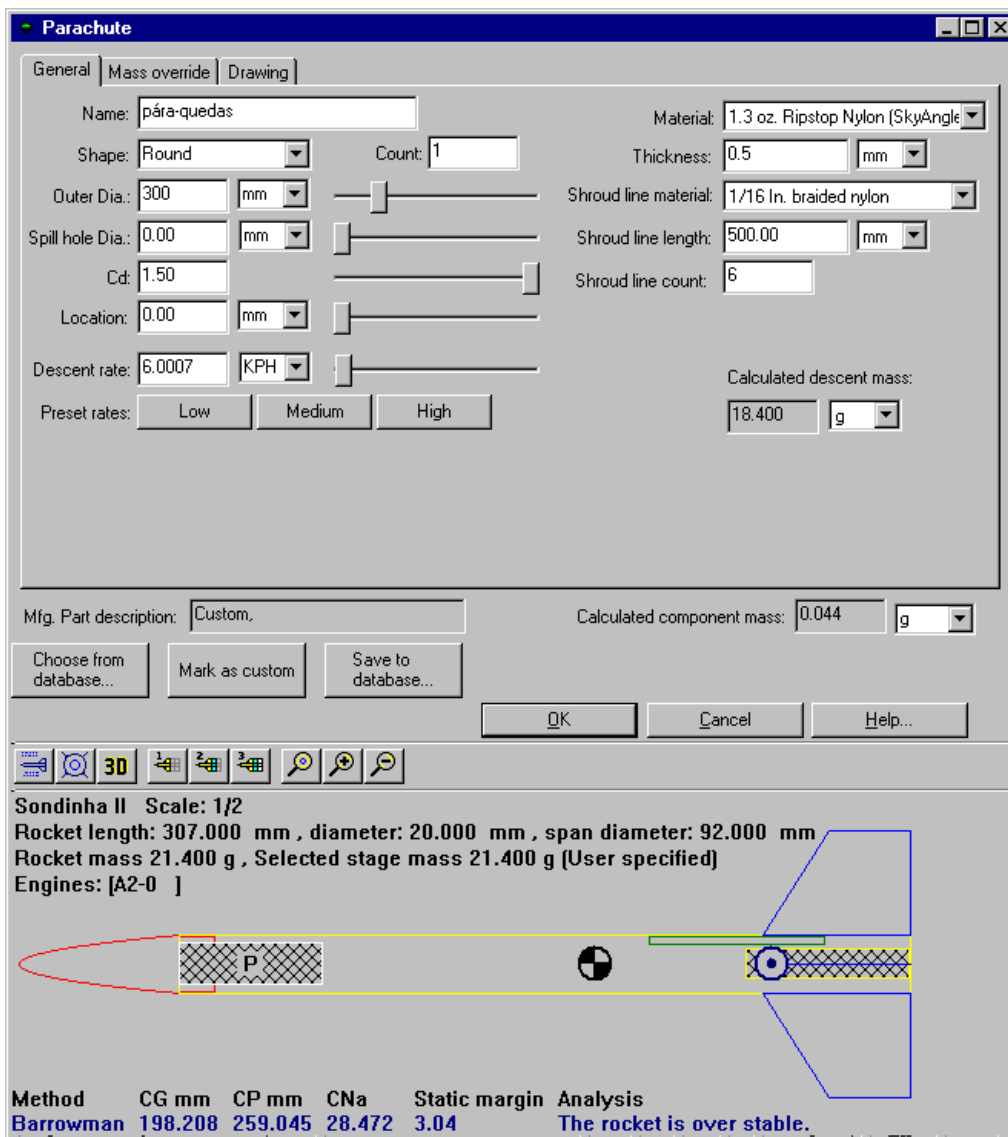

Figura 13. Inclusão de pára-quadras no minifoguete do exemplo 2.
- (c) na janela seguinte, item “General” do menu, definir os dados de acordo com o mostrado na Figura 13;